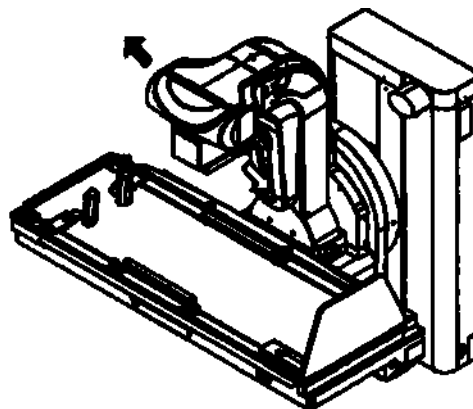

Рис. 7-1
(3) Продольное перемещение системы визуализации (рис. 7-1)